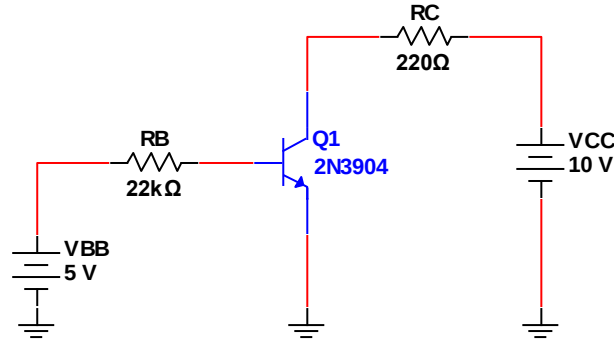

Figura 4.8. Circuito básico de polarización del BJT.
5. Repita los pasos de 1 a 4 pero ahora reemplazando la resistencia de R_C de $100\ \Omega$ por una de $220\ \Omega$ y la resistencia R_B de $10\ \text{k}\Omega$ por una de $22\ \text{k}\Omega$, como se indica en la figura 4.8. Llene la tabla 4.2 y calcule nuevamente I_E .